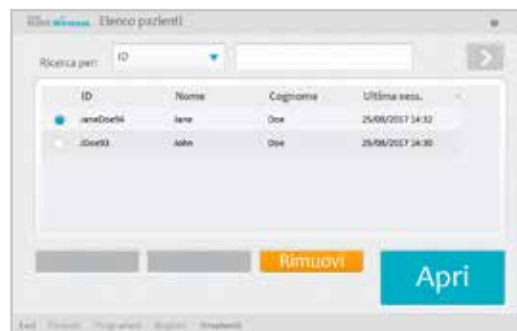

Figura 8-13 - Finestra con l'elenco pazienti
1. Selezionare un record paziente dall'elenco pazienti e premere Apri oppure Nuovo per creare un nuovo record paziente (Figura 8-13).